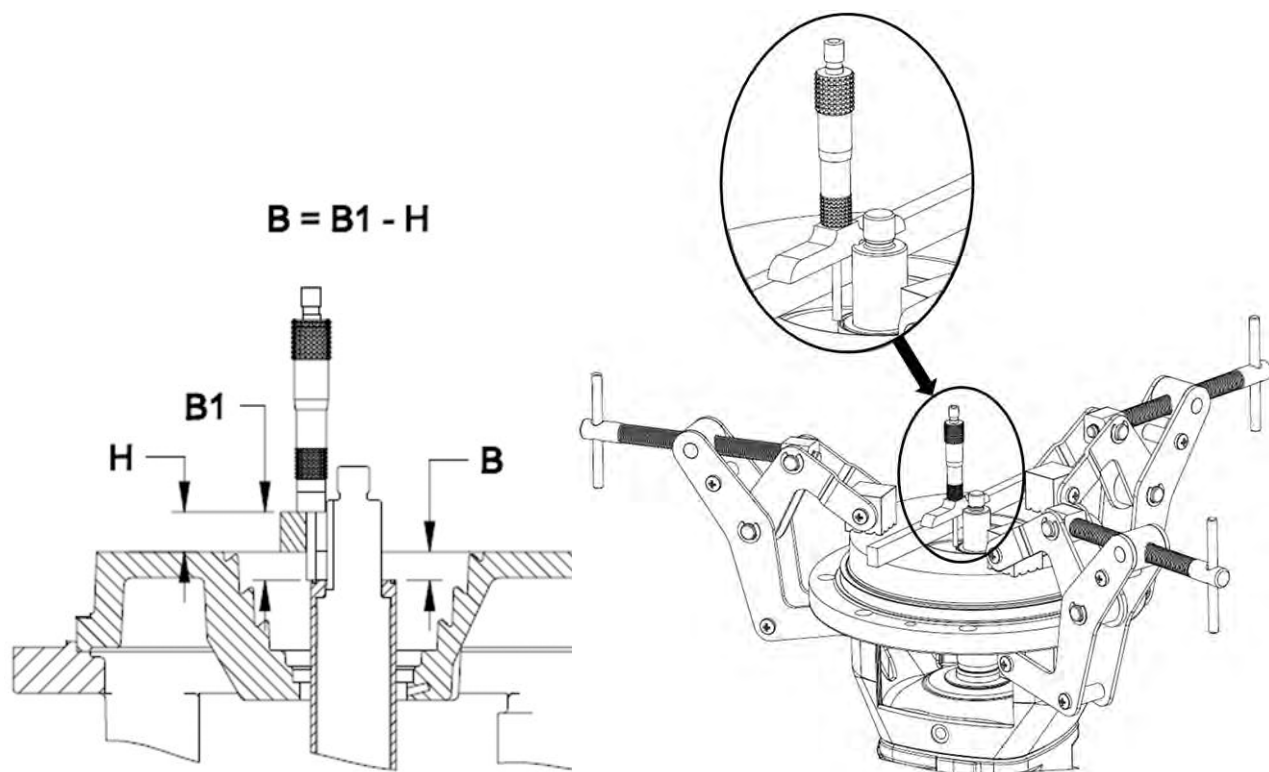

Рис. 47: Измерение расстояния от крышки корпуса до втулки
23. Поместите стержень (из набора или универсальный) поперек крышки корпуса (161), как показано на Рис. 47: Измерение расстояния от крышки корпуса до втулки on page 90, измерьте верхнюю часть стержня до плеча втулки (524) и запишите в поле "B1"
24. Вычтите H из B1 и запишите в поле B ($B = B1 - H$) -- см. Рис. 47: Измерение расстояния от крышки корпуса до втулки on page 90.
30. После определения комбинации прокладок установите прокладку (прокладки) (525) и втулку (222) на вал (210), см. Рис. 47: Измерение расстояния от крышки корпуса до втулки on page 90.